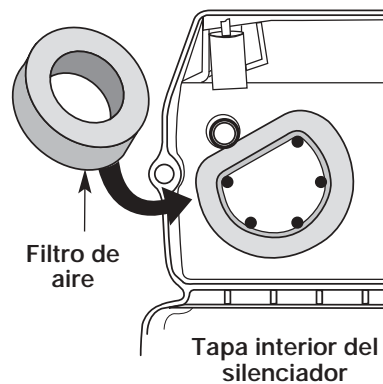

Fig. 34
2. Gire la tapa y ubique el filtro de aire adentro. Saque el filtro de aire de adentro de la tapa del filtro de aire / silenciador (Fig. 34).
6. Cambie el filtro de aire dentro de la tapa del filtro de aire / silenciador (Fig. 34).